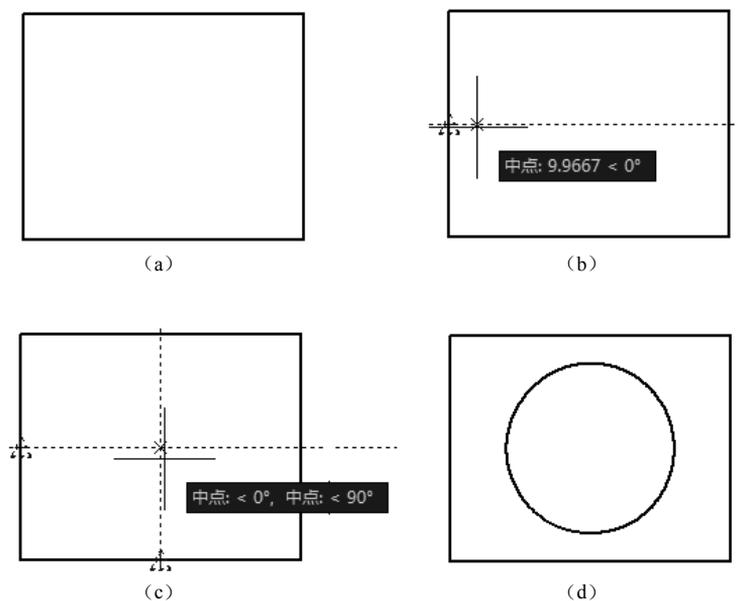

图 1-42 利用对象捕捉追踪方式绘制图形
(1) 输入绘制直线命令，绘制长 100、宽 80 的矩形，如图 1-42 (a) 所示。
(2) 设置对象捕捉为中点模式，打开“运行捕捉”。
(3) 打开“对象捕捉追踪”和“极轴追踪”。
(4) 启用“捕捉”功能，将“捕捉”模式设定为“PolarSnap”，极轴距离设置为 10。
(5) 输入绘制圆命令。
在“circle 指定圆的圆心或在[三点 (3P)/两点 (2P)/相切、相切、半径 (T)]:”提示下，移动光标至矩形左边的中点附近稍停留，直到出现“△”（中点标记），然后水平向右拉出追踪虚线，如图 1-42 (b) 所示。
(6) 与上一步类似，移动光标至矩形上边的中点附近稍停留，直到出现“△”（中点标记），然后竖直向下拉出追踪虚线，当两条对象追踪虚线交点处出现如图 1-42 (c) 所示的工具提示